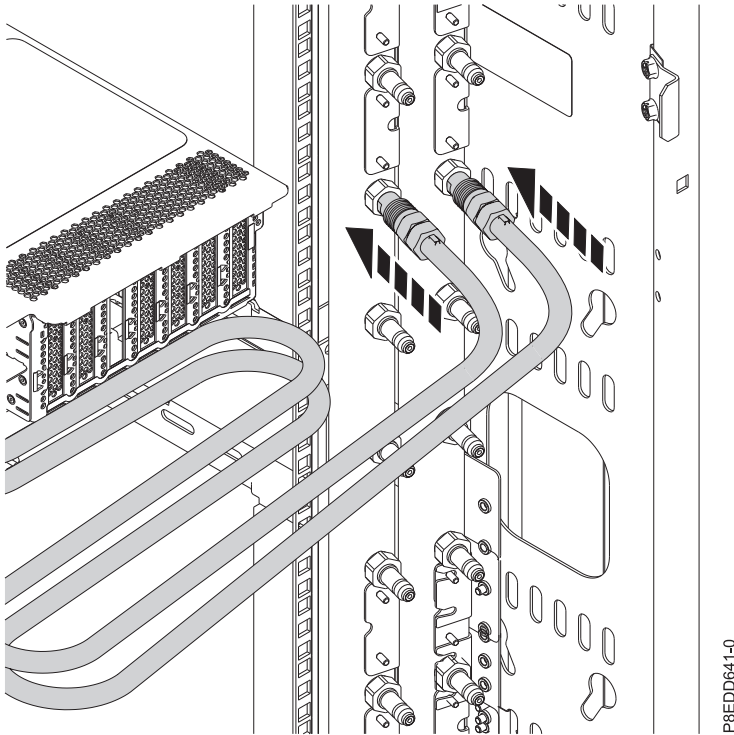

Figure 21. Raccordement des conduites d'eau
7. Dans le cas d'un système à refroidissement par eau, raccordez les conduites d'eau à l'arrière de l'armoire au collecteur (voir figure 21, à la page 18). Veillez à brancher la conduite équipée du raccord mâle sur le raccord femelle du collecteur, et la conduite munie du raccord femelle sur le raccord mâle du collecteur.